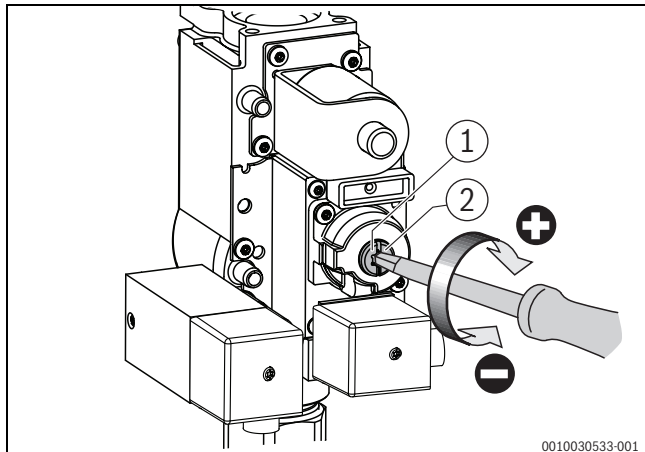

Bild 3 CO₂-Gehalt bei Teillast einstellen (Kesselgröße 75 – 100 kW)
- ▶ Verschlusschraube an der Gasarmatur herausdrehen (→Bild 3).
- ▶ CO₂-Wert an der Teillast-Einstellschraube auf 10,2 % einstellen (→Bild 3).